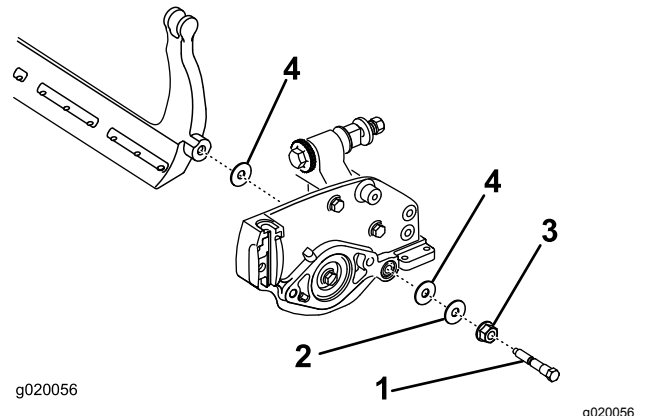

Bild 23
4. Nehmen Sie jede Schraube des Untermesserträgers ab, damit der Untermesserträger nach unten gezogen und von der Schneideinheit entfernt werden kann (Bild 23).
Bewahren Sie die zwei Nylonscheiben und die Stahlscheibe an jedem Ende des Untermesserträgers auf (Bild 23).
- Legen Sie eine Nylonscheibe auf jede Seite des Seitenplattenansatzes. Legen Sie eine Stahlscheibe außen auf jede Nylonscheibe (Bild 23).